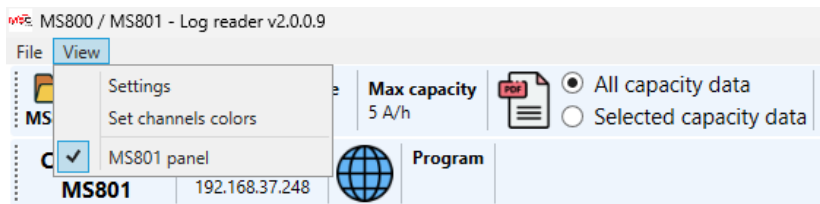

Рисунок 24
2. Для роботи із тестером треба активувати опцію “MS801 panel” (рис. 24).